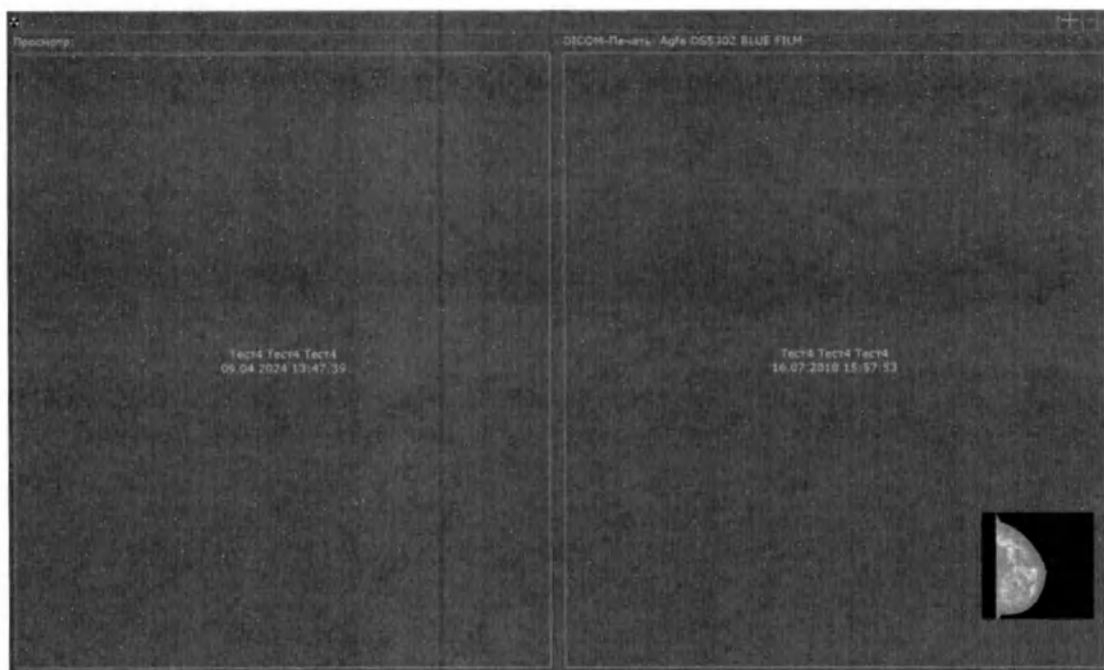

Рис. 157 Заполнение макета печати через панель иконок
- Автоматически откроется вкладка «DICOM-печать» снимок будет загружен в выбранную ячейку макета печати (Рис. 157 Заполнение макета печати через панель иконок)